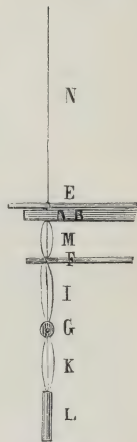

Fig. 95.
2. Bei Anwendung des Harnischbrettes von Schröder werden die Lizen anders geknüpft; Fig. 95 giebt eine Abbildung derselben, und man ersieht, daß sie zwei Oberlizen und eine Unterlice haben und mit der Arkade gleich verbunden sind. Nach der Angabe des Musters teilt man nun die Arkaden ein in Reihen und zieht in jede Reihe einen starken Draht E durch die Oberlice M und einen gleichen Draht F durch die Oberlice I. Den Draht E legt man auf das Harnischbrett, wo er einen der Längsdrähte bildet, und teilt nun mittels Stricknadeln die Querreihen nach Vorschrift ein.